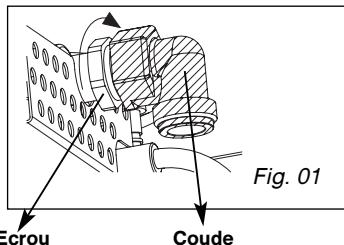

Fig. 01
– **Raccordement avec un tube flexible métallique** (inox) **onduleux à embouts mécaniques** vissables (conforme à la norme NF D 36-125) dont la durée de vie est illimitée (Fig. 01).